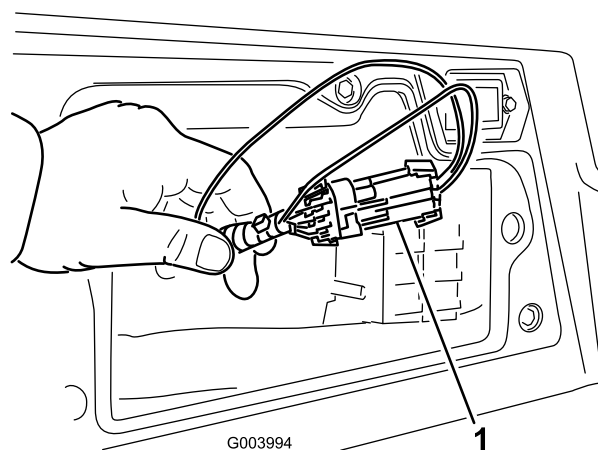

Figura 47
3. Accedete al cablaggio preassemblato ed ai connettori accanto al controller (Figura 47).